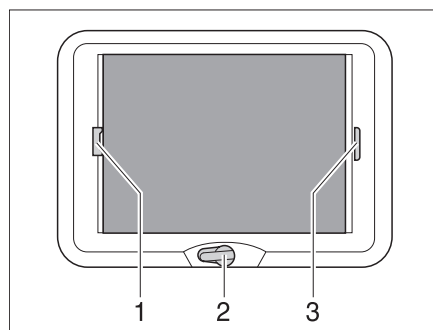

Bild 33 Kurbelhub-Dachhaube
*Öffnen:* ■ Die Handkurbel (Bild 33,2) drehen, bis Widerstand spürbar ist (max. Öffnungswinkel 70°).
*Schließen:* ■ Die Faltverdunklung am Griff (Bild 33,3) ziehen und an der gewünschten Position loslassen. Die Faltverdunklung bleibt in dieser Position stehen.
*Schließen:* ■ Den Insektenschutz am Griff (Bild 33,1) zum gegenüberliegenden Griff der Faltverdunklung (Bild 33,3) ziehen und einrasten lassen.
*Öffnen:* ■ Den Griff des Insektenschutzes (Bild 33,1) hinten nach oben drücken und den Insektenschutz an der Faltverdunklung (Bild 33,3) aushängen.